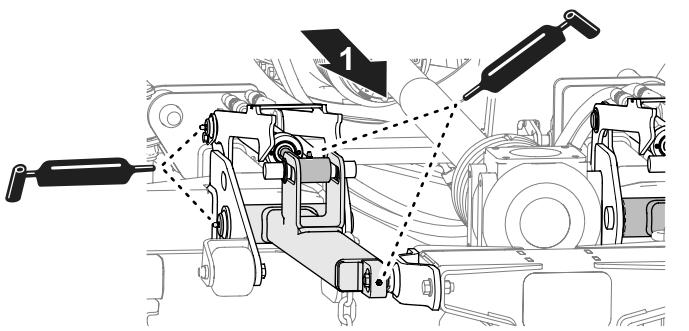

Figura 53
- Aplique grasa en los brazos de elevación, los cilindros hidráulicos y los tirantes de impactos de la carcasa central del cortacésped (Figura 53).
Aplique la grasa especificada en los puntos de engrase de los 3 ejes de cada carcasa del cortacésped (Figura 53).